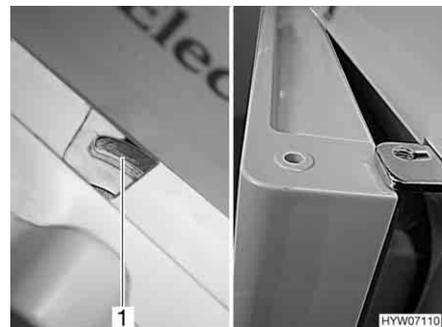

Bild 157 Kühlschranktür/Frosterfachtür in Lüftungsstellung (Dometic 7er-Reihe mit separatem Frosterfach)
- Verriegelung ganz nach rechts schieben. Die Kühlschranktür/Frosterfachtür ist mit Hilfe der Türarretierung (Bild 157,1) fixiert. Die Kühlschranktür/Frosterfachtür bleibt damit leicht geöffnet (Bild 157).